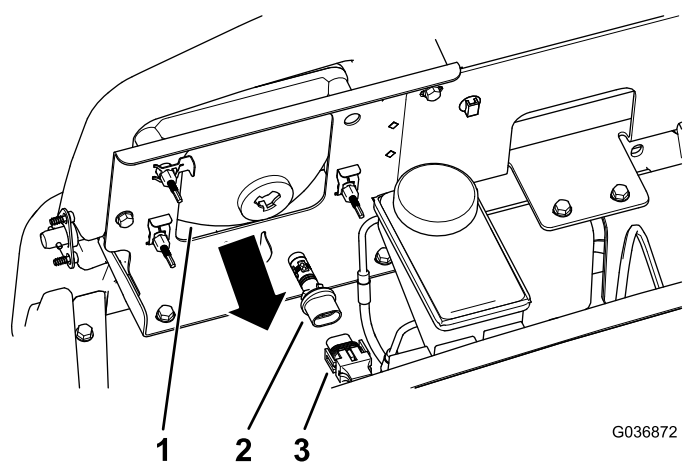

Figure 42
- Débranchez le connecteur électrique de faisceau du connecteur de l'ampoule au dos du boîtier du phare (Figure 42).
- Tournez l'ampoule d'un quart de tour dans le sens antihoraire et tirez-la en arrière hors du boîtier (Figure 42).
- Insérez l'ampoule neuve dans le boîtier du phare et alignez les languettes sur les fentes du boîtier (Figure 42).
- Fixez l'ampoule en place en la tournant d'un quart de tour dans le sens horaire (Figure 42).
- Branchez le connecteur électrique de faisceau sur le connecteur de l'ampoule neuve (Figure 42).